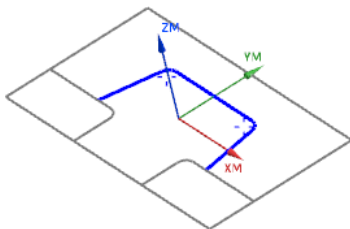

图 16.16 选取的曲线
(1) 单击“清理拐角”对话框中的 **指定部件边界** 右侧的  按钮, 系统弹出“边界几何体”对话框。
(2) 在 **模式** 下拉列表中选择 **曲线/边...** 选项, 系统弹出“创建边界”对话框。在 **类型** 下拉列表中选择 **开放的** 选项, 其他参数采用系统默认选项,
(3) 按顺序依次选取图 16.16 所示的曲线(逆时针选取), 在 **材料侧** 下拉列表中选择 **右** 选项, 单击 **创建下一个边界** 按钮, 单击 **确定** 按钮, 返回到“边界几何体”对话框, 单击 **确定** 按钮。